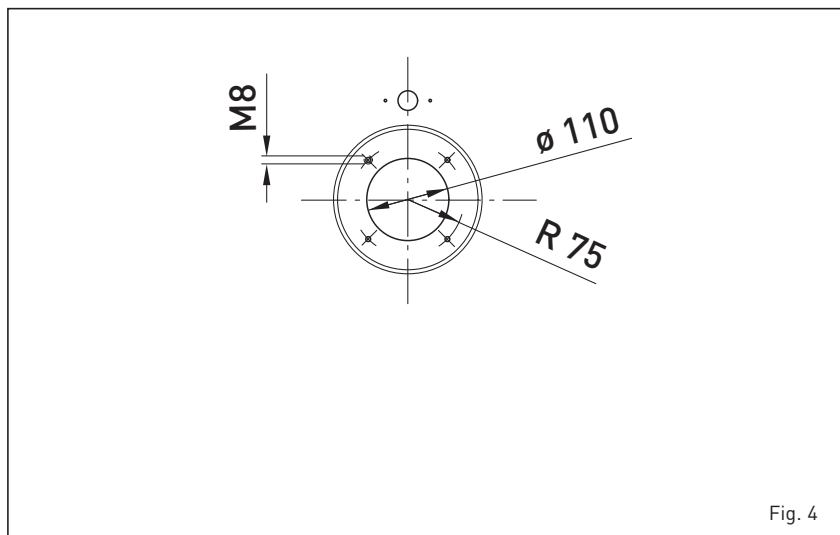

Fig. 4
1.7.2 Montage du brûleur (fig. 4)
La porte de la chaudière est prédisposée pour le montage du brûleur (fig. 4).
2.4.2 Évacuation des fumées avec canalisation coaxiale ø 80/125 (fig. 4/a)
Les chaudières version "RONDO-ESTELLE ErP" sont prédisposées pour le raccord aux canalisations d'évacuation coaxiale en acier inox ø 80/125 que l'on peut orienter dans la direction répondant le mieux aux exigences du local (fig. 4/a).